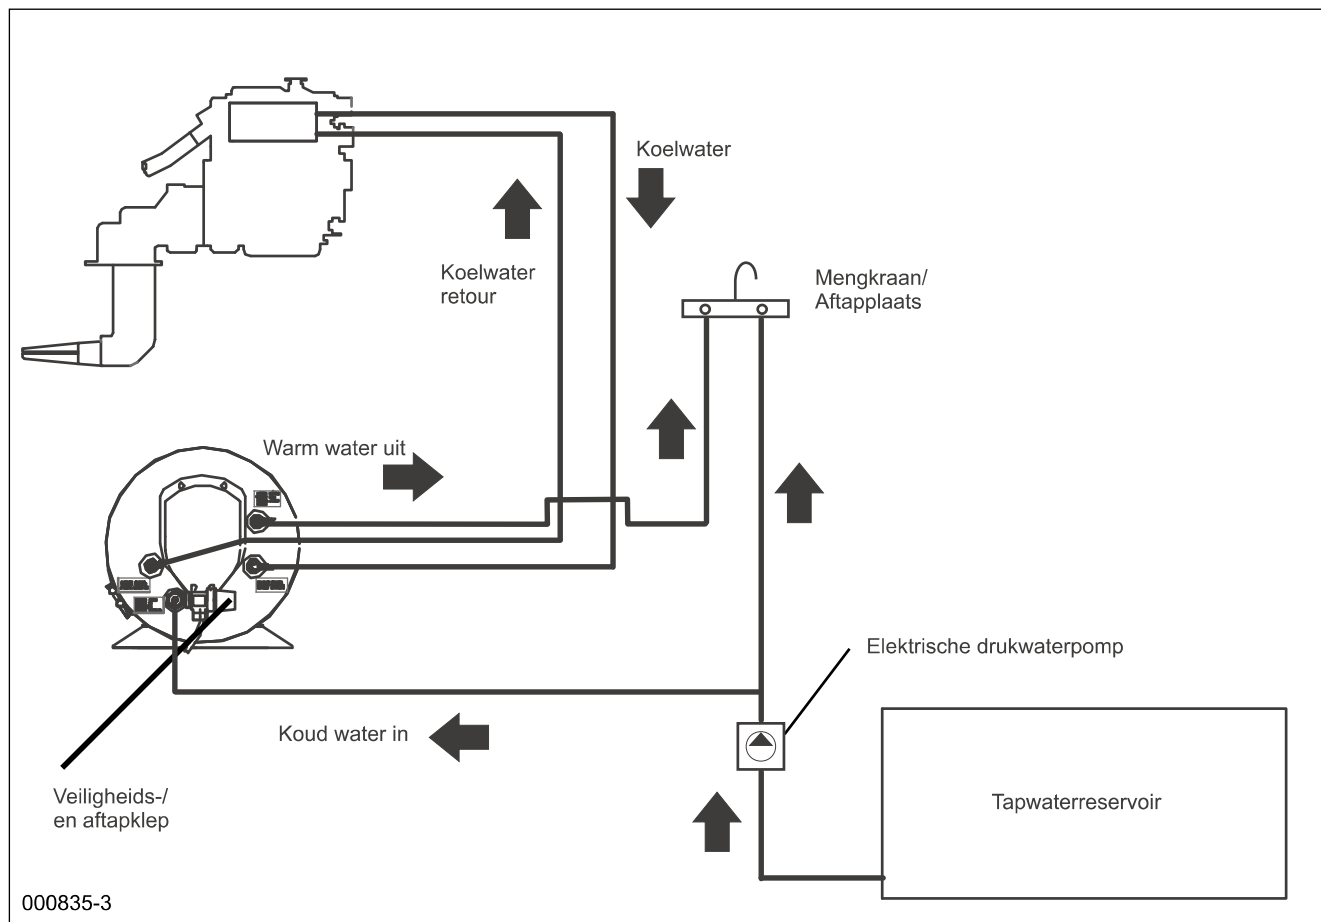

Fig. 1
Deze boiler kan op elke willekeurige plaats in het vaartuig worden gemonteerd onder voorwaarde dat het koelwatercircuit niet boven het niveau van het expansievat van het motorkoelsysteem belandt. (Fig. 1). Het wordt aanbevolen om de slangen tussen motor en boiler zo kort mogelijk te houden met het oog op het warmteverlies en voor een zo gering mogelijk doorstroomweerstand.
4.3 Motoraansluitingen (zie schema, fig. 1):
4.4 Aansluiting op tapwater (zie schema, fig. 1):